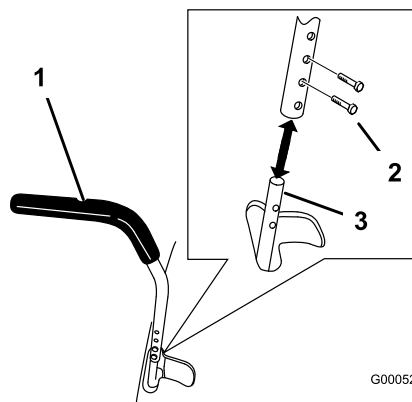

Figura 21
1. Retire los 2 pernos que fijan la palanca de control al brazo de la palanca (Figura 21).
2. Mueva la palanca al juego de taladros siguiente. Fije la palanca con los 2 pernos (Figura 21).